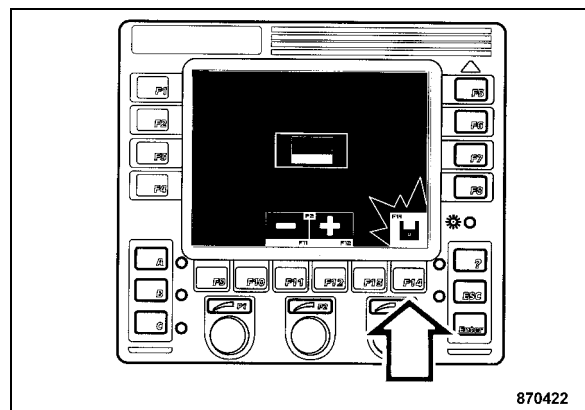

Fig. 99
- Pulsar la tecla "F14" para memorizar el idioma enfocado (Fig. 99). Para confirmación, en la pantalla se ilumina brevemente el símbolo "memorizar" en verde.